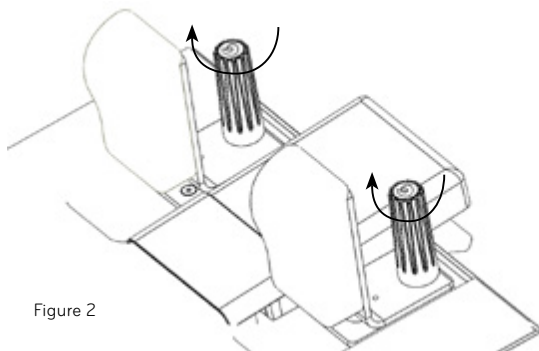

Figure 2
- Verrouiller les appuis épaules en serrant la poignée dans le sens horaire. Voir Figure 2. Les poignées doivent être bloquées, mais pas trop serrées, pour pouvoir enlever les appuis épaules facilement.